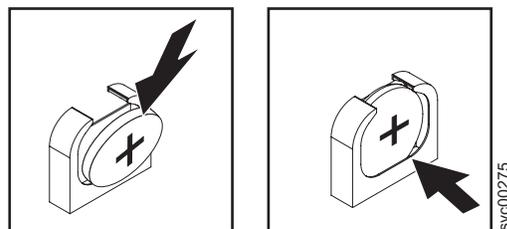

図 142. SAN ボリューム・コントローラー 2145-CF8 CMOS バッテリー・ホルダー
- b. バッテリーを、所定の位置にカチッと音を立てて収まるまで、横方向に押しつけてソケットにはめ込みます。図 142 に示すように、バッテリー・クリップがバッテリーを確実に保持するようにします。